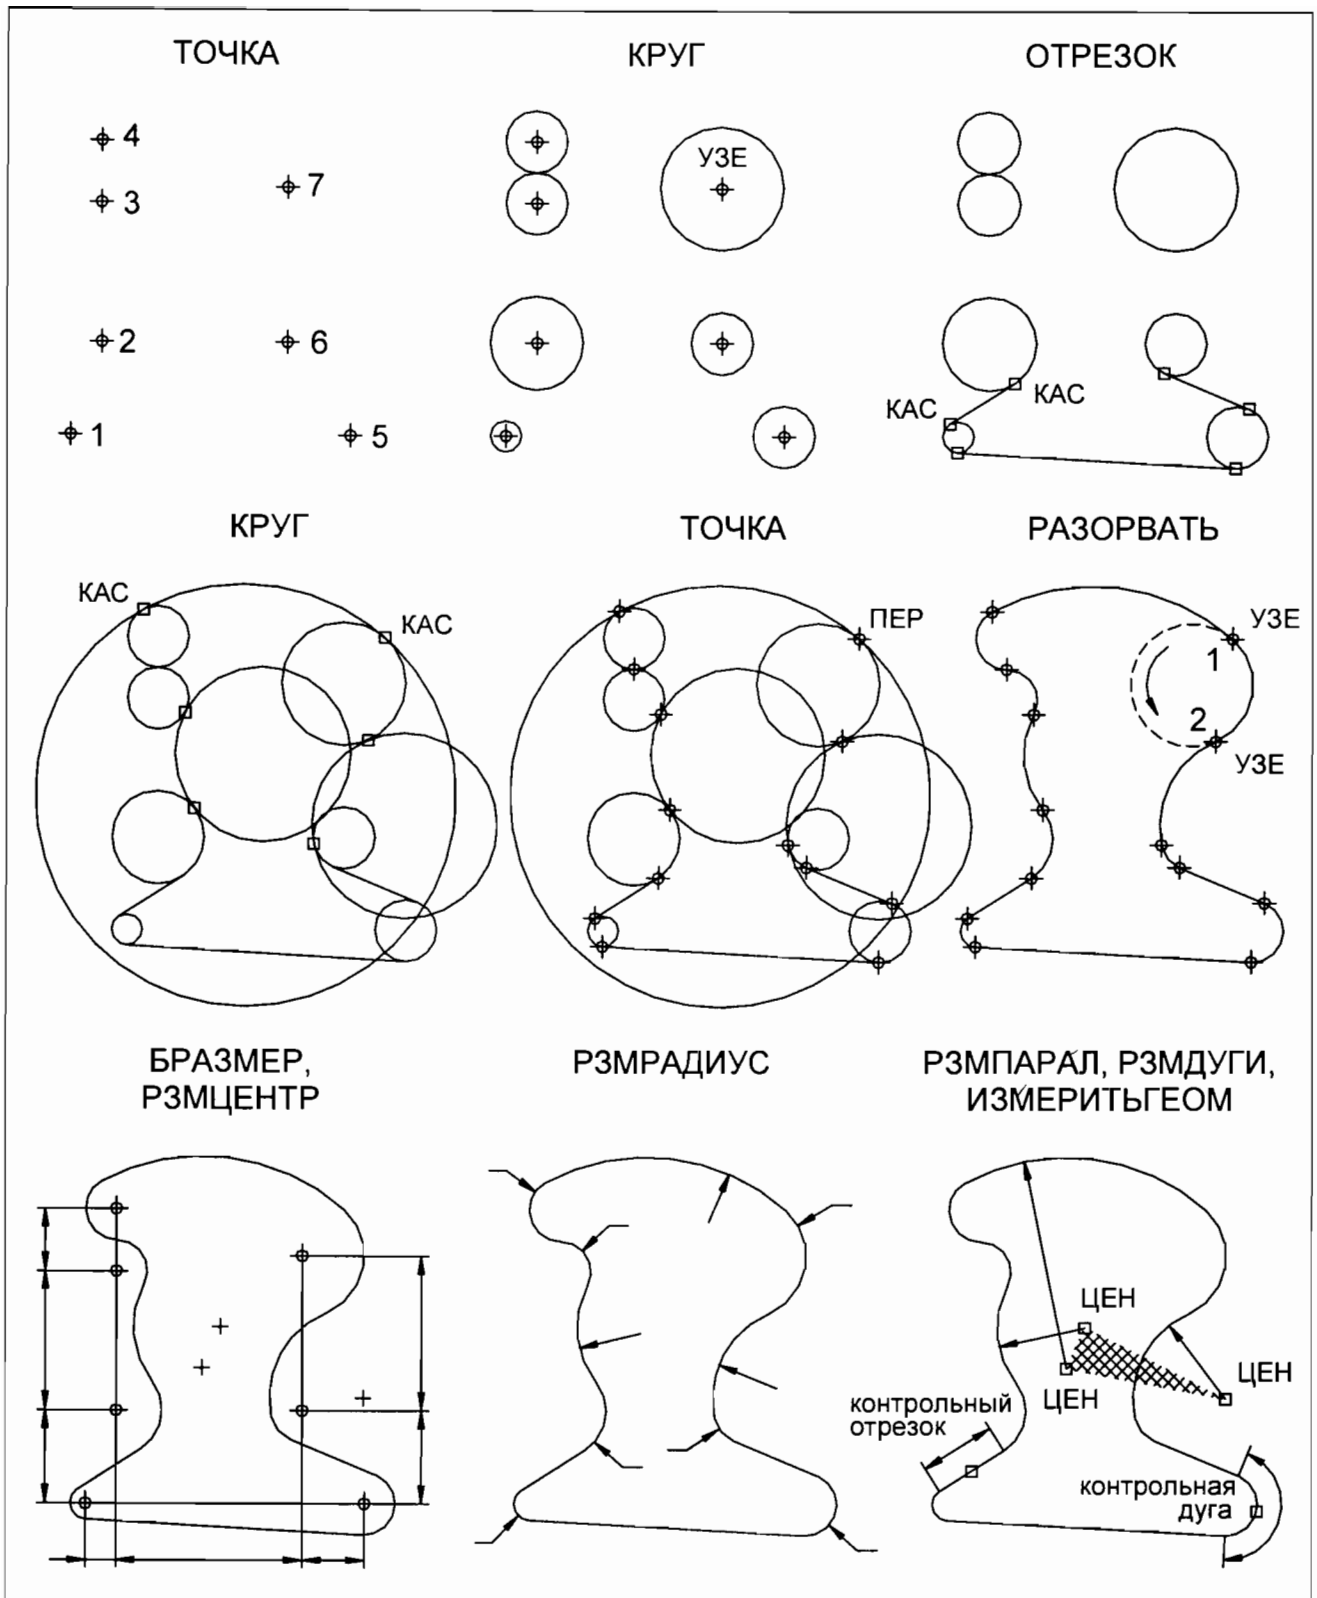

Рис.4
Задание выполняется в несколько этапов (рис.4).
5. С помощью команды **ИЗМЕРИТЬГЕОМ** с опцией **Площадь** определить площадь и периметр треугольной области, образованной центрами скруглений радиусами RA, RB, RC (на рис.4 эта область условно показана заштрихованной), используя для указания точек привязку **ЦЕН** к центрам соответствующих дуг. При использовании привязки **ЦЕН** (центр) следует прицелом выбора указывать *сам объект* (дугу, круг или эллипс), а не его центральную точку. Для выхода из команды **ИЗМЕРИТЬГЕОМ** предусмотрена опция **выход**.